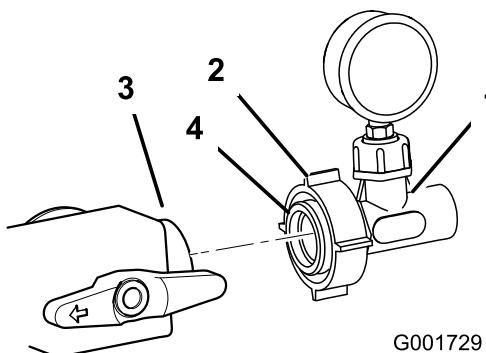

図 16
- 16.アダプタに入っている O リングを、非石油系の潤滑剤(たとえば植物油)を使って潤滑する(図 16)。
(図 16)。プラスチック製ナットを締め付けてアセンブリをバルブに固定する。